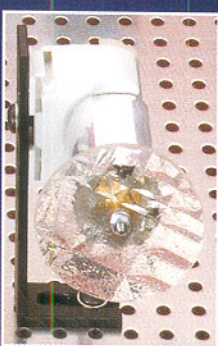
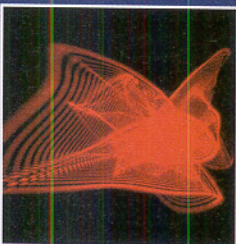

Bild 11: Getriebemotor zur Aufnahme von Gittereffekten oder Kathedralglasscheiben (Schlierenmuster)
Bild 12: Interferenzmuster zur Erzeugung von Schlierenmustern
- Interferenzmuster zur Erzeugung von Schlierenmuster (Bild 12). Bewegung durch Getriebemotor (Bild 11).